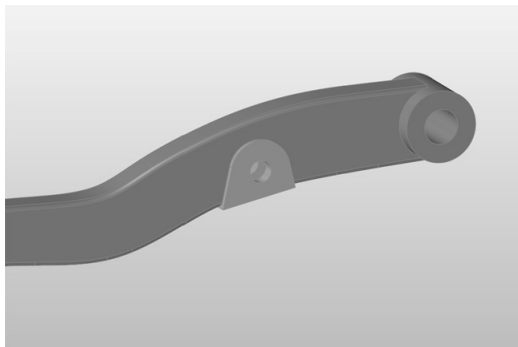

图 6-23
6) 单击操作栏中的相交按钮执行操作，用鼠标右键单击退出该工具，然后选择主缸，如图 6-23 所示。主缸和制动臂即成为两个独立的零件。